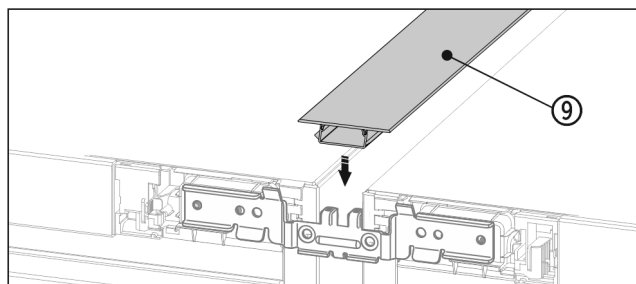

Fig. 21
- На верхней стороне вдавите в горизонтальную щель короткую декоративную планку Fig. 21 (9).